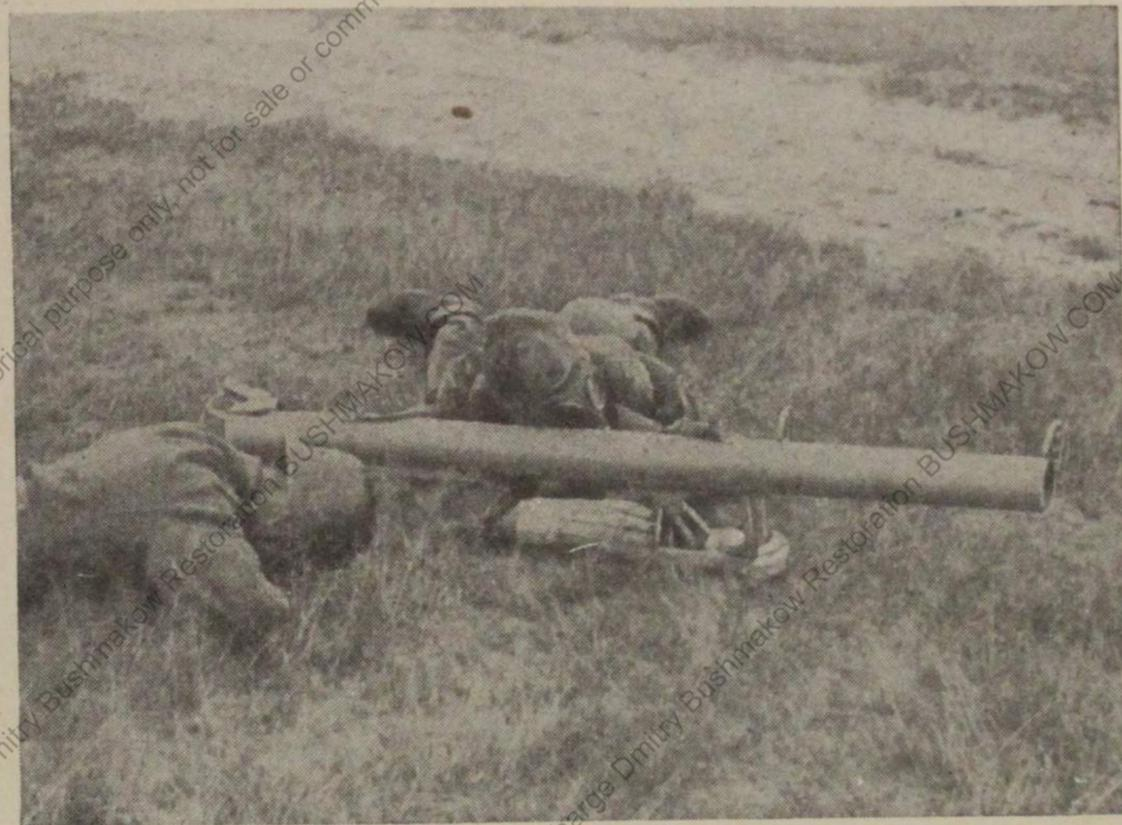

Bild 5
15. Das Dfenrohr kann im Stehen, Knien oder Liegen betätigt werden (Beispiele s. Bild 5 und 6). Anschläge im Stehen und Knien werden nur aus Deckungen heraus angewandt.
17. Der Ladeschütze bereitet die Munition vor, ladet und übernimmt die Beobachtung. Er muß sich stets unmittelbar neben dem Dfenrohr, jedoch außerhalb der Schußlinie befinden. Er trägt keine Schutzbekleidung: beim Abschuß deckt er sich gegen den Feuerstrahl und zurückfliegende Pulverteile, der Blick ist stets abzumenden (siehe Bild 5 und 6).